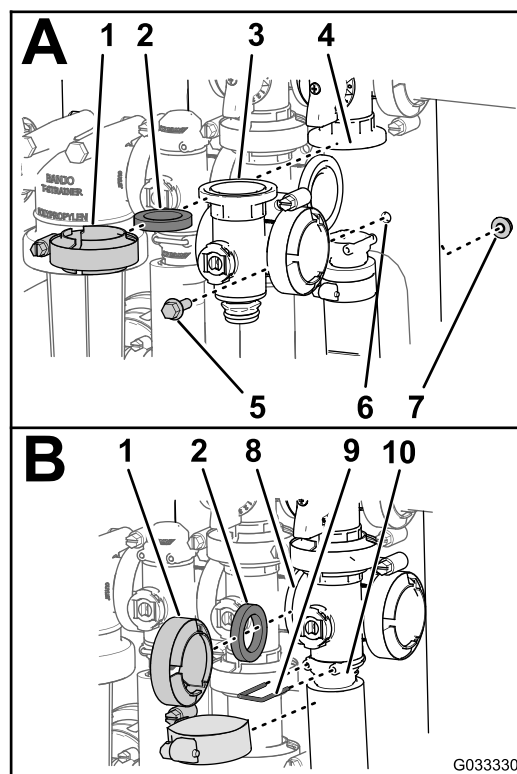

Figura 83
7. Sujete el conector de extremo al conector de salida insertando una horquilla de retención en el conector de salida (Figura 83, B).